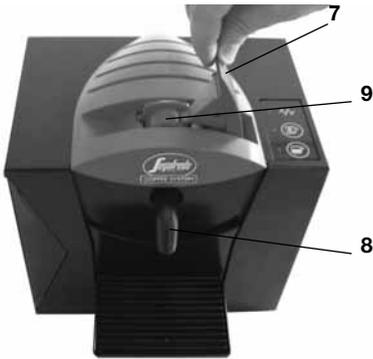

Figure 3
4. Introduire dans le logement prévu à cet effet une nouvelle capsule de café 9 (figure 3) et refermer la porte.